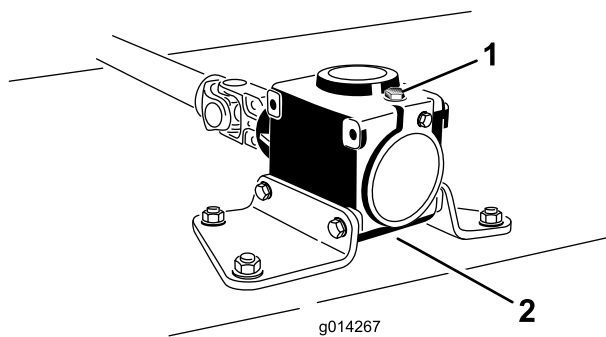

Figure 42
6. Retirez la jauge/le bouchon de remplissage du haut du réducteur (Figure 42) et vérifiez que le niveau de lubrifiant se situe entre les repères de la jauge.
6. Retirez la jauge/le bouchon de remplissage du haut du boîtier d'engrenages (Figure 42).